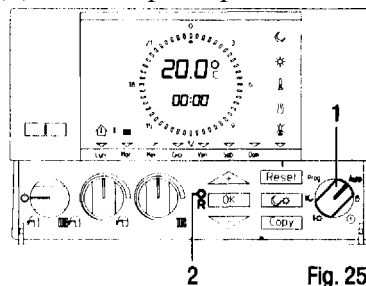

Fig. 25
- По окончании программирования установите ручку (рис. 25 поз. 1) в положение «Auto» для запуска автоматического режима.
- При необходимости, можно вернуться к стандартной программе, заданной заводом-изготовителем, нажатием кнопки «R» (рис. 25 поз. 2).